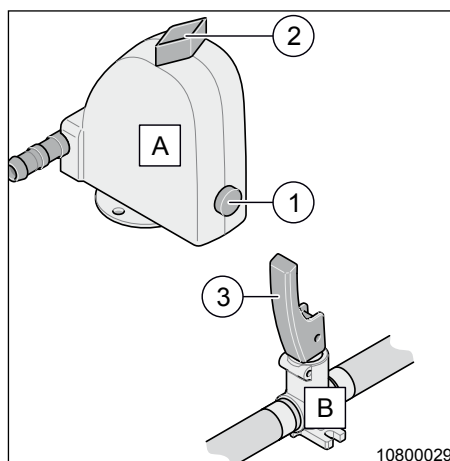

Fig. 61 Avstängningskran varmvattenberedare
- Armen (Fig. 61, pos. 3) på avtappningskranen (Fig. 61, pos. B) får ej vridas, utan endast manövreras vågrätt/lodrätt! Om spaken vrids kan packningen i kranen skadas, vilket leder till otäthet.
1. Vrid det blå vredet (Fig. 61, pos. 2) på avtappningskranen (Fig. 61, pos. A) så att det står tvärs körriktningen.
2. Tryck in knappen (Fig. 61, pos. 1) och spärra denna (Fig. 61, pos. 2).
3. Stäng avtappningskranen (Fig. 61, pos. B). Ställ armen (Fig. 61, pos. 3) i väg.
6. Öppna avtappningskranen (Fig. 61, pos. A). Öppna kranen (Fig. 61, pos. 2) så att den står längs.
7. Öppna avtappningskranen (Fig. 61, pos. B). Ställ armen (Fig. 61, pos. 3) lodrätt.